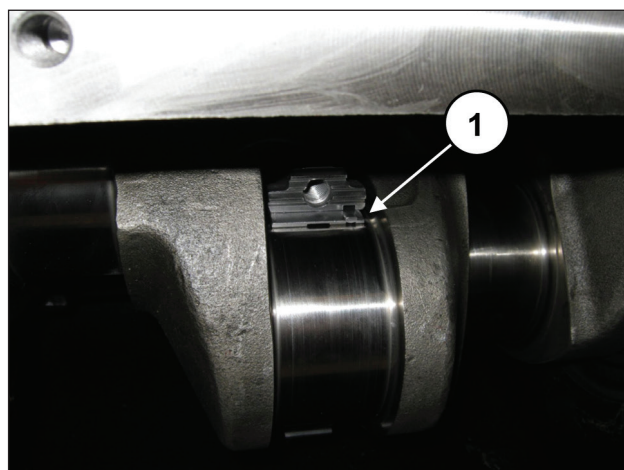

Abb. 67
und Welle ein (Pos. ①, Abb. 67).